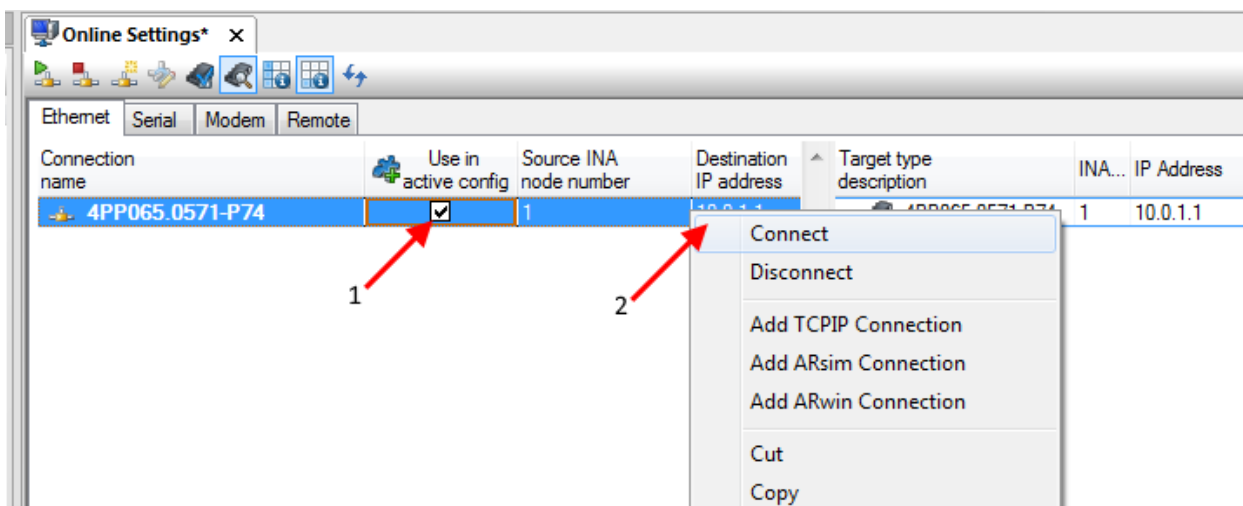

Рисунок 4.5.27. Конфигурация сетевого подключения.
1.1.1. Установив флаг «Use in active config» ([1] на рис. 4.5.27), вызвав контекстное меню, необходимо нажать на кнопку «Connect» ([2] на рис. 4.5.27).